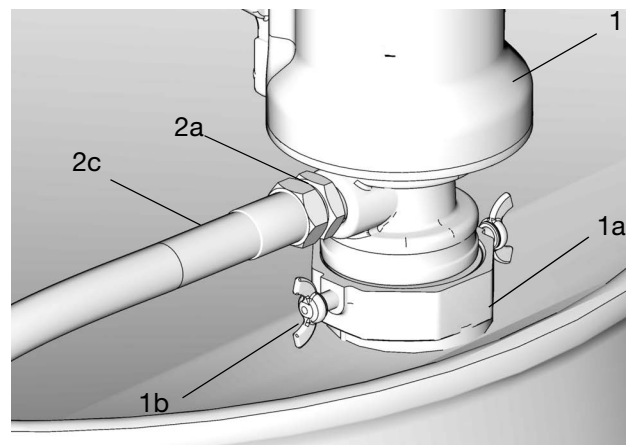

図 23
1. ポンプの栓アダプター (1a) をドラムカバー (16) の穴に通し、手でしっかりと締めます(図 23)。
2. ポンプ (1) を栓アダプター (1a) とドラムに挿入します。
3. ポンプを、ガスケットネジ (1b) (図 23) を締めることにより、しっかりとその位置に固定します。